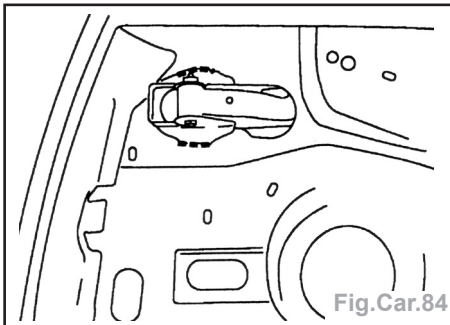

Fig.Car.84
- Souder par cordon au MIG (Fig.Car.84).